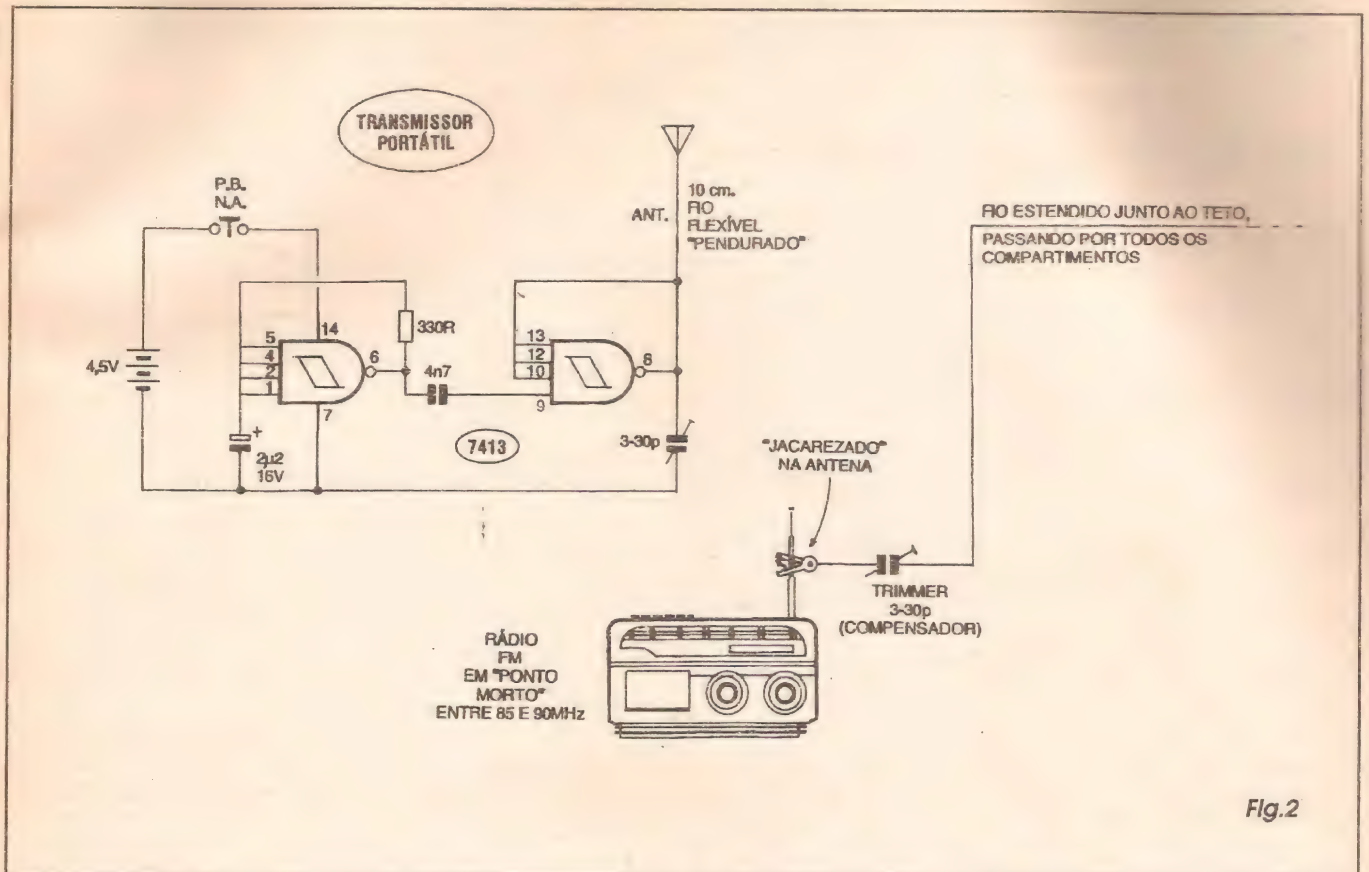

Fig.2
- FIG. 2 - SISTEMA PORTÁTIL E PESSOAL DE CHAMADA/ALARME, PARA USO EM GRANDES AMBIENTES COMERCIAIS, INDUSTRIAIS, CONDOMÍNIOS, ETC. - Antes de falar no circuito, vamos descrever a idéia: em grandes lojas, edifícios comerciais ou industriais, condomínios, etc., normalmente várias pessoas, na função de fiscais, vigilantes ou seguranças, ficam rondando pelo(s) ambiente(s) e - na eventualidade de perceberem alguma anormalidade - devem comunicar o fato imediatamente a uma central (que tomará as devidas providências, conforme combinações ou regulamentos anteriormente propostos ou combinados...). A forma mais convencional de estabelecer a comunicação portátil e pessoal, dos vigilantes com a central, é através de intercomunicadores (sem fio, via rádio...), porém este é - sem dúvida - um método *caro*, principalmente se for grande a quantidade de pessoas nas funções volantes... Na nossa proposta, cada um dos vigilantes (ambulantes...) portará no bolso, ou no cinto, um mini-transmissor (diagrama do circuito, na figura...) extremamente simples, baseado num único integrado da família digital TTL (o custo do componente é muito baixo...), onde o primeiro dos dois *gates* com função